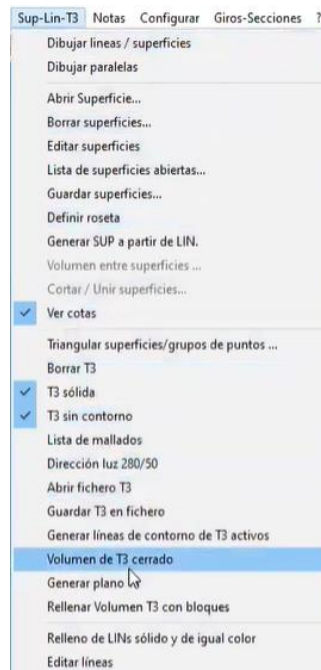

Figura 486. Cálculo de volumen.
58. Para realizar el cálculo de volumen, abrir el menú superior “Sup-Lin-T3” y seleccionar la opción “Volumen de T3 cerrado”. Figura 486.